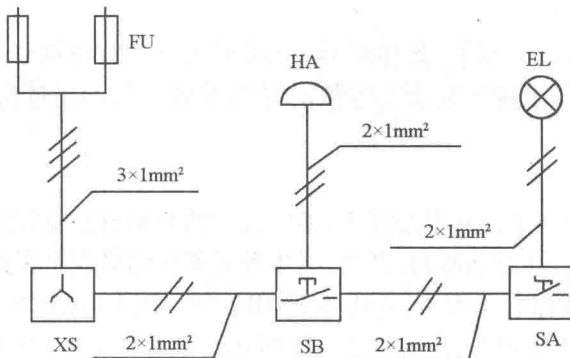

图 1-17 白炽灯、门铃、插座照明线路布置图
- (1) 确定施工方案:照明线路应根据不同的场合、容量来选择合适配线方式。
- (2) 准备施工:根据确定的施工方案及布置图准备施工材料及工具。
- (3) 定位:根据布置(图 1-17),确定电源、开关、灯座的位置,并做好记号,根据确定的位置和线路走向划线,并根据电路图确定每一线条上导线的根数。